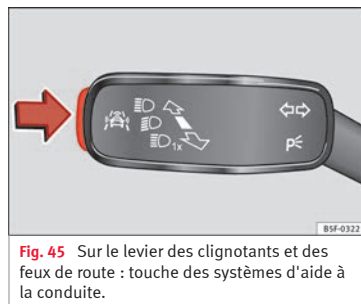

Fig. 45 Sur le levier des clignotants et des feux de route : touche des systèmes d'aide à la conduite.
- Appuyez brièvement sur la touche **» fig. 45** dans le sens de la flèche pour ouvrir le menu **Assistants.**